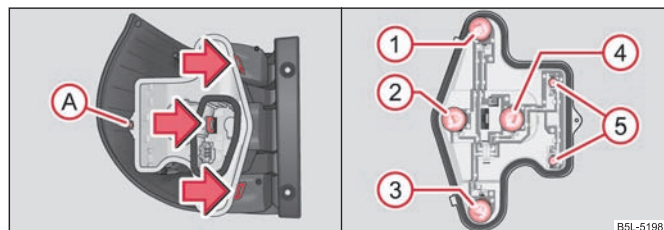

Fig. 195 Demontarea părții centrale a lămpii / Unitatea optică spate: Poziția becurilor
- Pentru a ajunge la becuri, deșurubați cu cheia Torx șurubul de siguranță (A) și apăsați cele trei elemente de fixare în sensul indicat de săgeată ⇒ fig. 195.
- Pentru a înlocui becul luminii de frână, marșarier, ceață și semnalizare, rotiți dulia becului până la limită de cursă la stânga și scoateți becul din carcasă, respectiv trageți becul luminii de staționare din dulia ⇒ fig. 195.
- Așezați suportul din material plastic în unitatea de iluminat, până când clemele se fixează cu zgomot și înșurubați șurubul de siguranță cu cheia Torx ⇒ fig. 195.
Disponerea becurilor din lampa din spate ⇒ fig. 195.